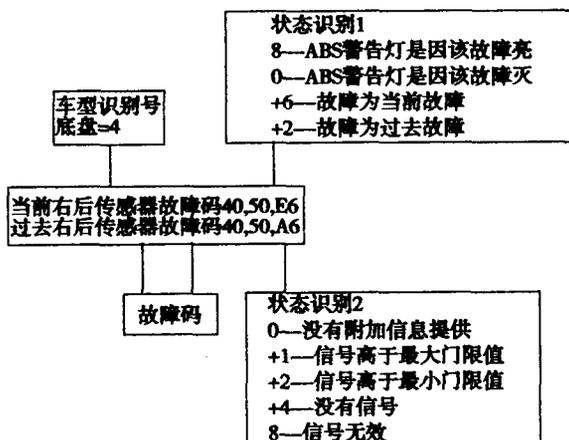

图 1-1-2 用故障诊断仪读取的故障码含义
(1) 用故障诊断仪读取故障码 用故障诊断仪读取故障码时,故障诊断仪与控制单元采用串行通信方式。通信协议是 KW2000/SAE。在读取故障码时,把诊断仪接到驾驶室左侧的 ABS 故障诊断插座上。用故障诊断仪读取的故障码包括三组数据,每组数据为两位。每组故障的含义,见图 1-1-2。